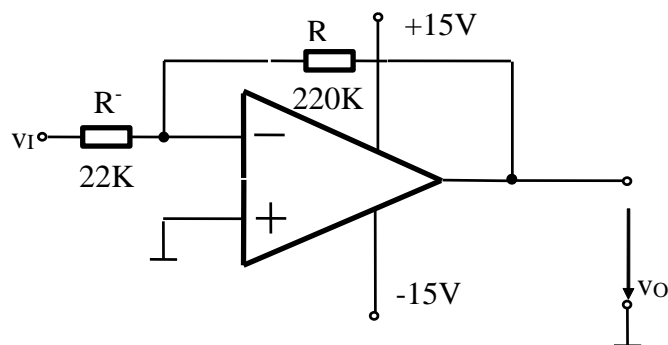

Fig. 2. Amplificator inversor
Se construiește circuitul din Fig. 2.
Se folosește circuitul din Fig. 2.
- Pentru circuitul din Fig. 2, se înlocuiește alimentarea negativă cu conexiune la GND.